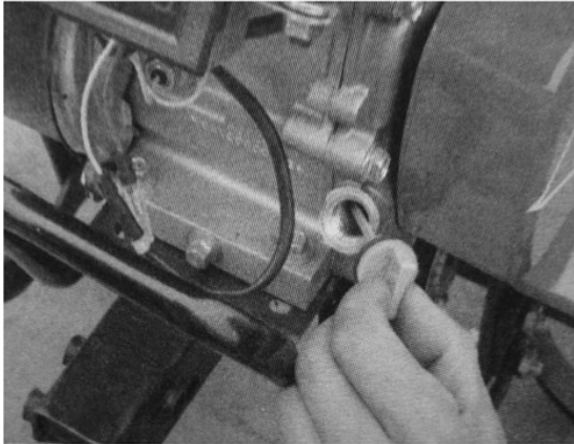

Figure 3
– Aflojar la varilla de control del nivel del aceite y limpiarla frotándola (ver fig. 3)